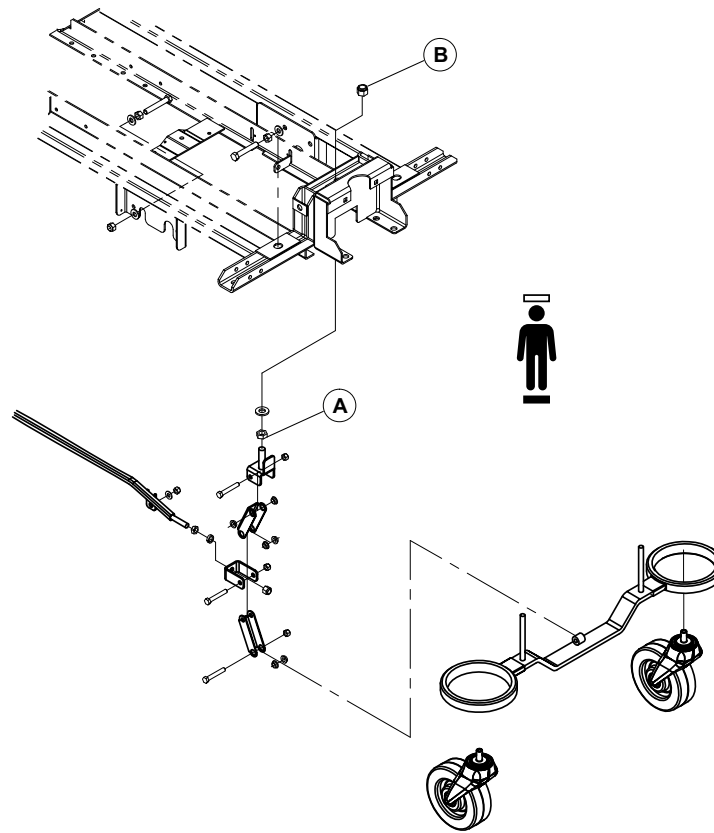

Figure 12 – Réglage du frein
5. À l'aide d'une clé mixte de 3/4 po et d'une douille de 3/4 po, desserrer le contre-écrou (A) (Figure 12).
6. À l'aide d'une douille de 3/4 po, visser le contre-écrou (B) et tester les freins (Figure 12). Répéter l'opération jusqu'à ce qu'un réglage correct du frein soit obtenu.
7. À l'aide d'une clé mixte de 3/4 po et d'une douille de 3/4 po, serrer le contre-écrou (A) (Figure 12).